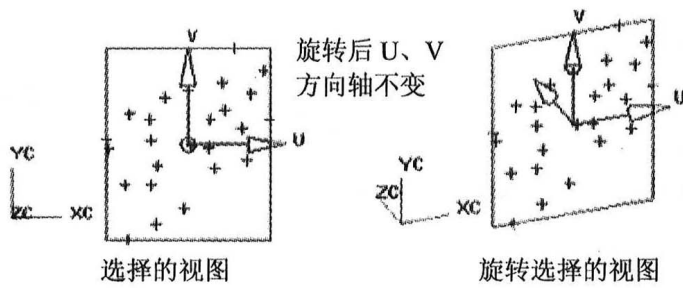

图 1.20 选择视图为 UV 平面坐标系
- View of Selection(选择的视图): 以第一次定义的边界为 U、V 平面的坐标，U 方向朝右，V 方向朝上。定义后它的 U、V 平面即固定，旋转视图后，其 U、V 平面仍为第一次定义的坐标轴平面，如图 1.20 所示。